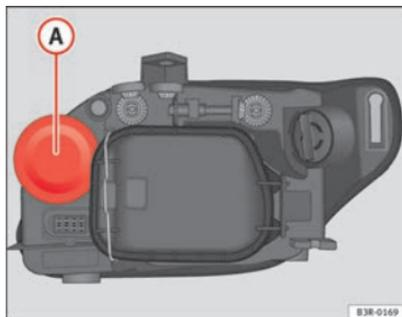

Fig. 204 Lámpara luz intermitente
- Extraiga la tapa de goma ⇒ fig. 204 tirando de ella.